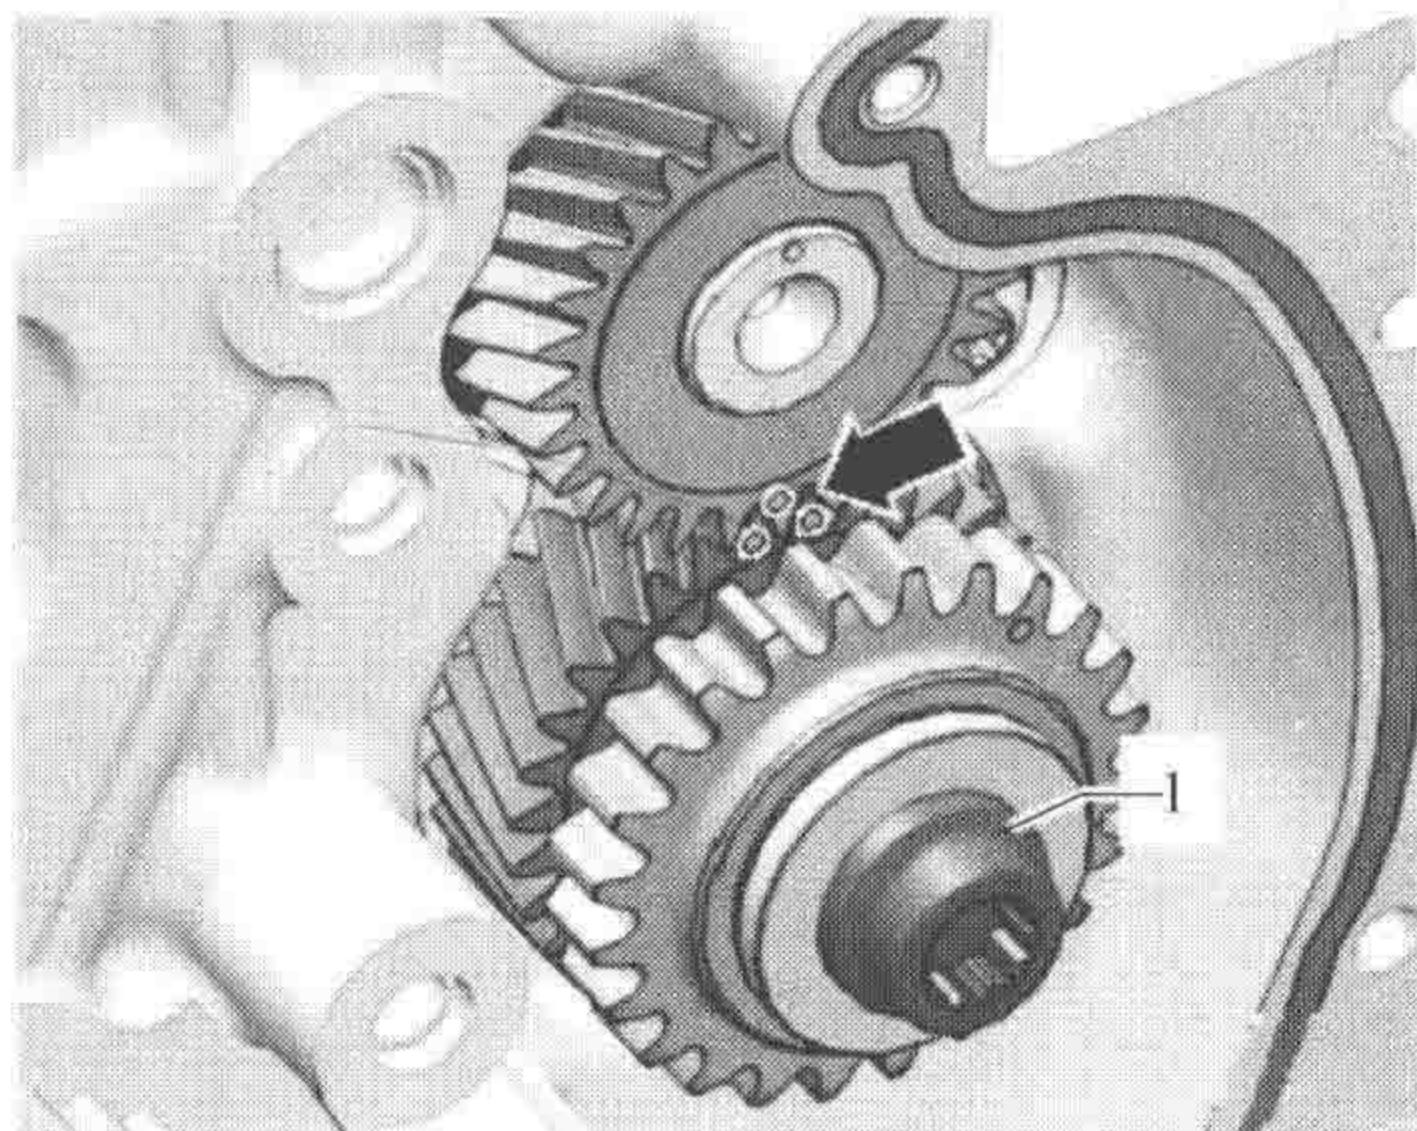

图 1-1-8
(1) 将中间轴齿轮 1 平衡轴转至图 1-1-8 所示的标记（箭头）位置。